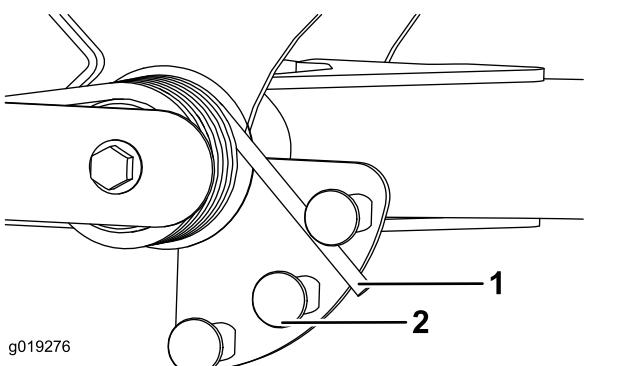

Figura 53
2. Insira um tubo ou objeto semelhante na extremidade da mola comprida e incline-a em redor do atuador da mola para a posição desejada (Figura 53).